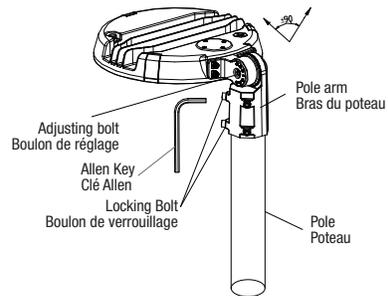

Fig. 10
6. Install the luminaire to the pole by tightening the locking bolts of the pole arm using an Allen Key (Fig. 10).
7. Loosen the adjusting bolt, align the luminaire to the required angle (Fig. 10).
6. Installer le luminaire sur le poteau en serrant les boulons de verrouillage du bras du poteau à l'aide d'une clé Allen (Fig. 10).
7. Desserrer le boulon de réglage, aligner le luminaire à l'angle requis (Fig. 10).
10. Desserrer le boulon de réglage, aligner le luminaire à l'angle requis (Fig. 10).